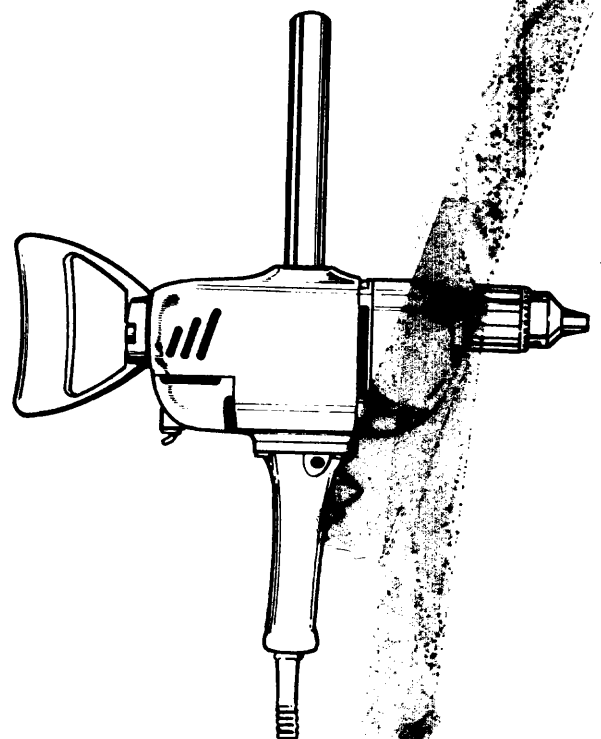

Fig. 9
3. Para trabajos pesados y uso intensivo, con cabo lateral y provisto de interruptor, (fig. 9) cable conductor y enchufe.